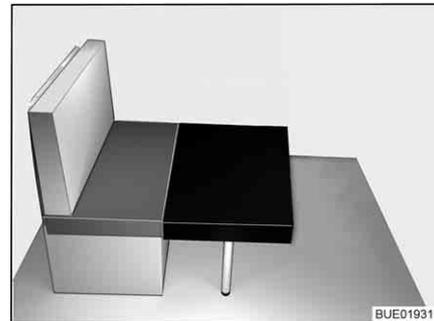

Fig. 32 Transformation (1)
- Poser le petit coussin supplémentaire devant le coussin d'assise de la banquette sur la table (voir Fig. 32).